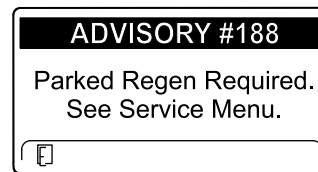

Figure 19
- ADVISORY #188 (avis n° 188), demande de régénération en stationnement, affiché (Figure 19)